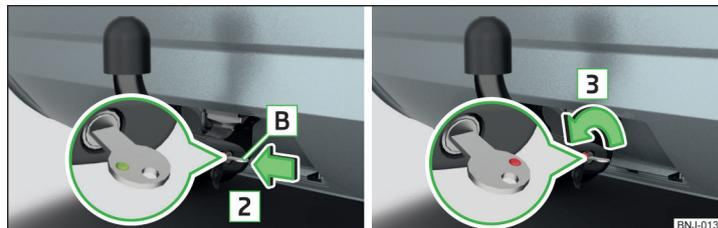

Abb. 138 Schlüssel in das Schloss stecken / Schloss entriegeln
- Den Schlüssel **B** in das Schloss in Pfeilrichtung **2** einstecken, sodass dessen grüne Markierung nach oben zeigt » Abb. 138.